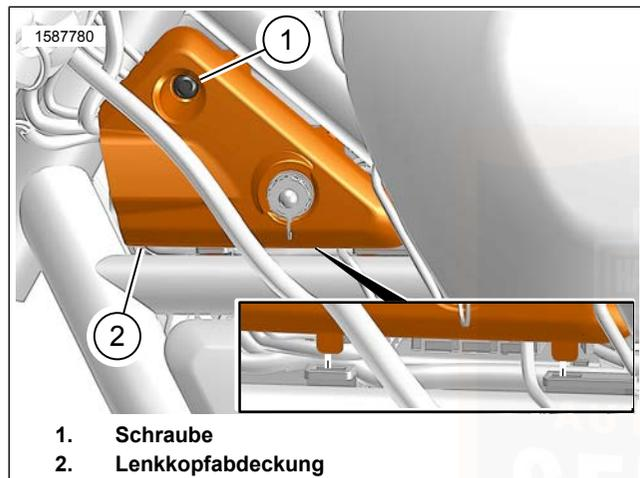

Abbildung 62. Lenkkopfabdeckung (linke Seite typischerweise)
1. Siehe Abbildung 62. Die Schraube (1) entfernen.
2. Kippen Sie die Seitenabdeckung (2) beim Anheben leicht nach außen.